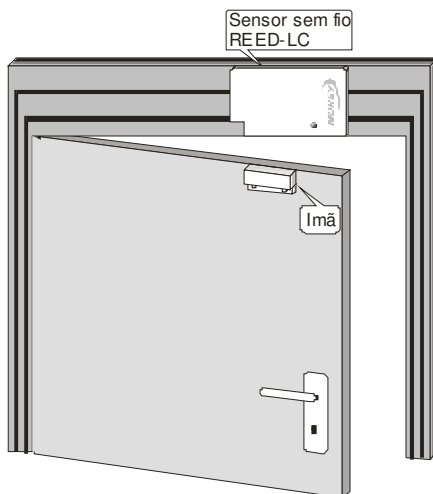

Fig. 5
- Os sensores de abertura sem fio REED-LC são compostos de duas partes: O sensor e o ímã (fig. 5). Estes possuem fita auto-adesiva dupla face.